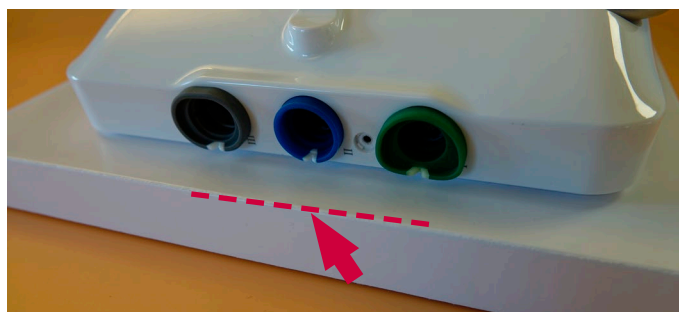

Bild 35 Sätt tillbaka höljets baksida, börja med sidan med färgringarna
c) Sätt tillbaka höljets baksida; börja med den sida där färgringarna sitter (bild 35)